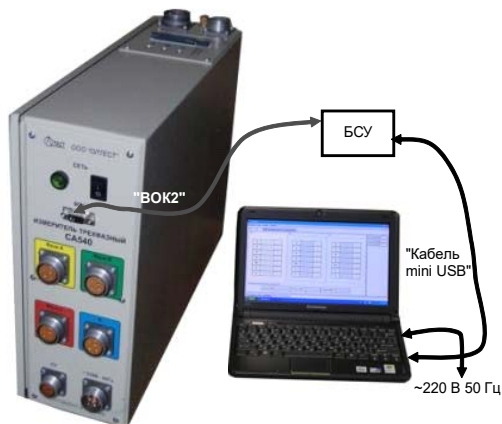

Рисунок 8.8
1) Собрать схему (рисунок 8.8). Установить на БСУ выключатель в ПС